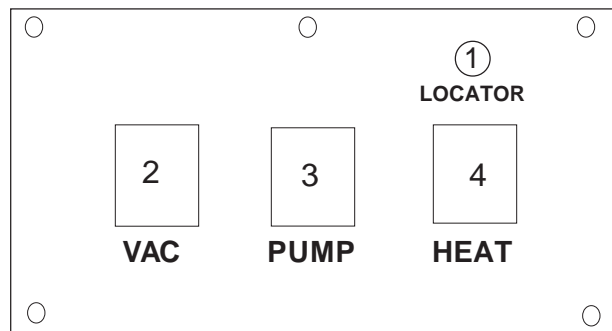

Figure 5
C. Plug in cord #2. The "Locator" light will illuminate when the cords are plugged into separate circuits. Turn the "Heat" switch on; wait two minutes for the heat exchanger to reach operating temperature. You may now begin cleaning. It will take about 10 seconds for the initial heat to reach the wand. The "Mode" light will turn on when the heat exchanger is actively heating. (See Figures 5, 6 and 7)
- C. Enchufe el cable número 2. La luz indicadora "Locator (Detector)" se enciende cuando los cables son enchufados en circuitos diferentes. Vous pouvez à présent commencer à nettoyer. Environ 10 secondes seront nécessaires pour que la chaleur commence à atteindre la baguette. Le voyant « Mode » s'illuminera lorsque l'échangeur de chaleur chauffe activement. (Voir Figure 5, 6 & 7).